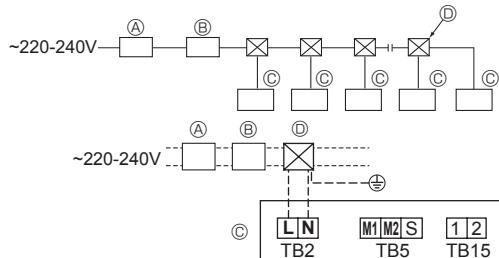

Fig. 4-7
- При установке кондиционера должен использоваться выключатель с зазором между разомкнутыми контактами не менее 3 мм (1/8 дюйма) на каждом полюсе. [Fig. 4-7]
- (A) Прерыватель утечки тока на землю